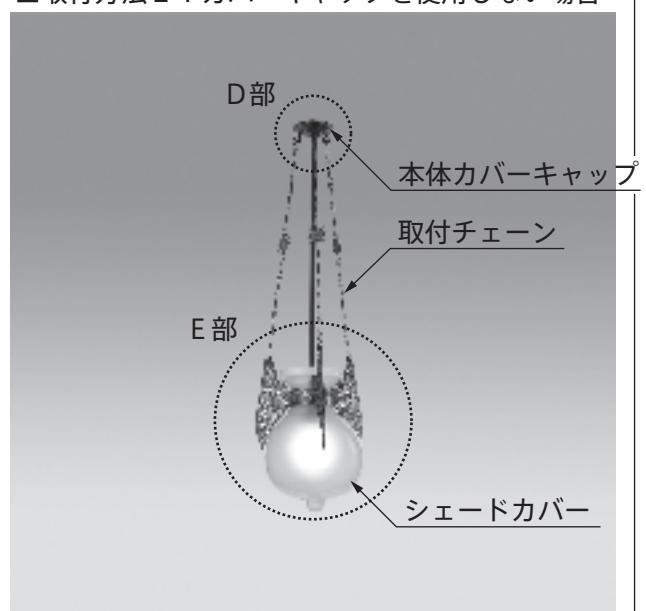

図2
1. 天井にフック（市販品）を取付けます。 (図2)
2. 電源コードを結線します。 (図2)
3. カバーキャップのリングをフックに引っ掛けます。 (図2)
3. 本体力カバーキャップのリングをフックに引っ掛けます。 (図2)